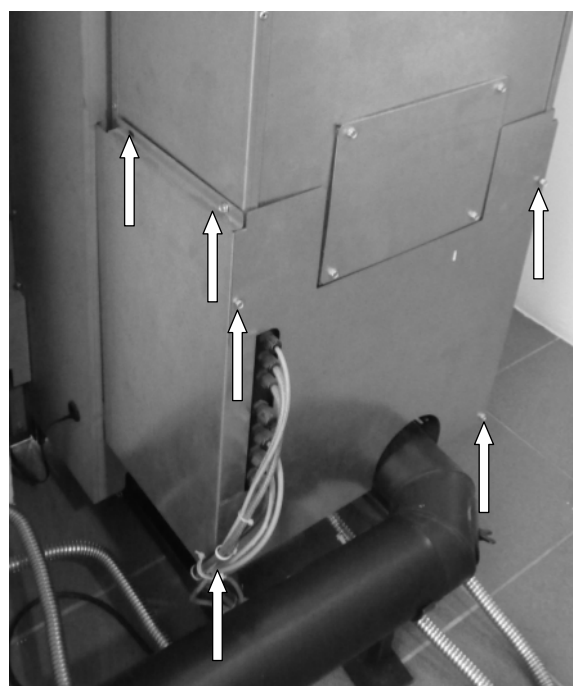

Fig. 180 : démontage de l'habillage du modèle PE
- Desserrez les vis de la paroi arrière et de l'habillage droit (voir flèches Fig. 180)